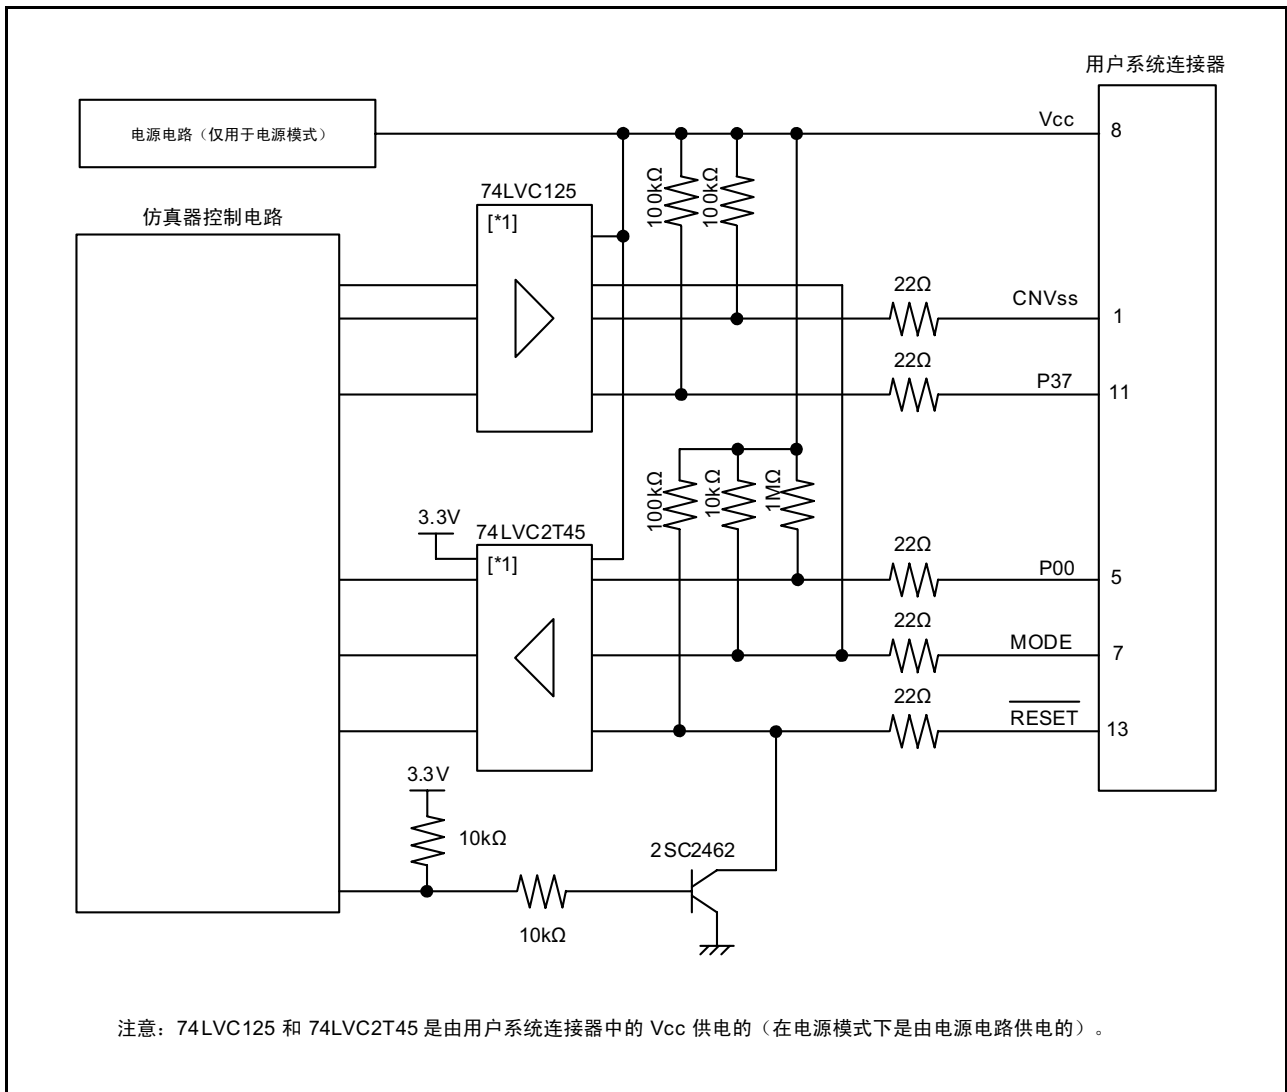

图 5.6 E8a 仿真器内部的接口电路（仅供参考）
9. 图 5.6 显示了 E8a 仿真器中的接口电路。请参考此图来确定上拉电阻值。